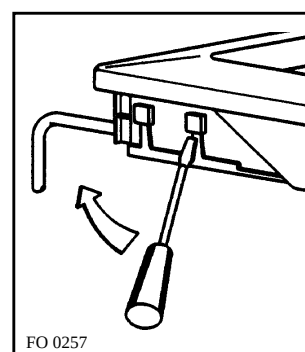

Fig. 13
- premete leggermente e fate leva verso l'alto (Fig. 13)